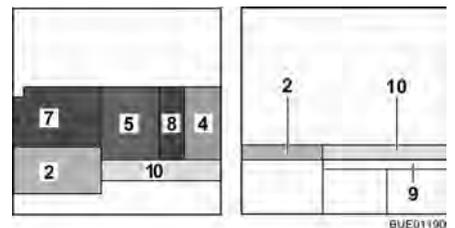

Fig. 117 Après la transformation (équipement spécial)
- Accrocher la rallonge latérale de lit (Fig. 117,9) dans les supports sur les banquettes (équipement spécial).
- Placer le coussin supplémentaire (Fig. 117,10) sur la rallonge latérale de lit (équipement spécial).